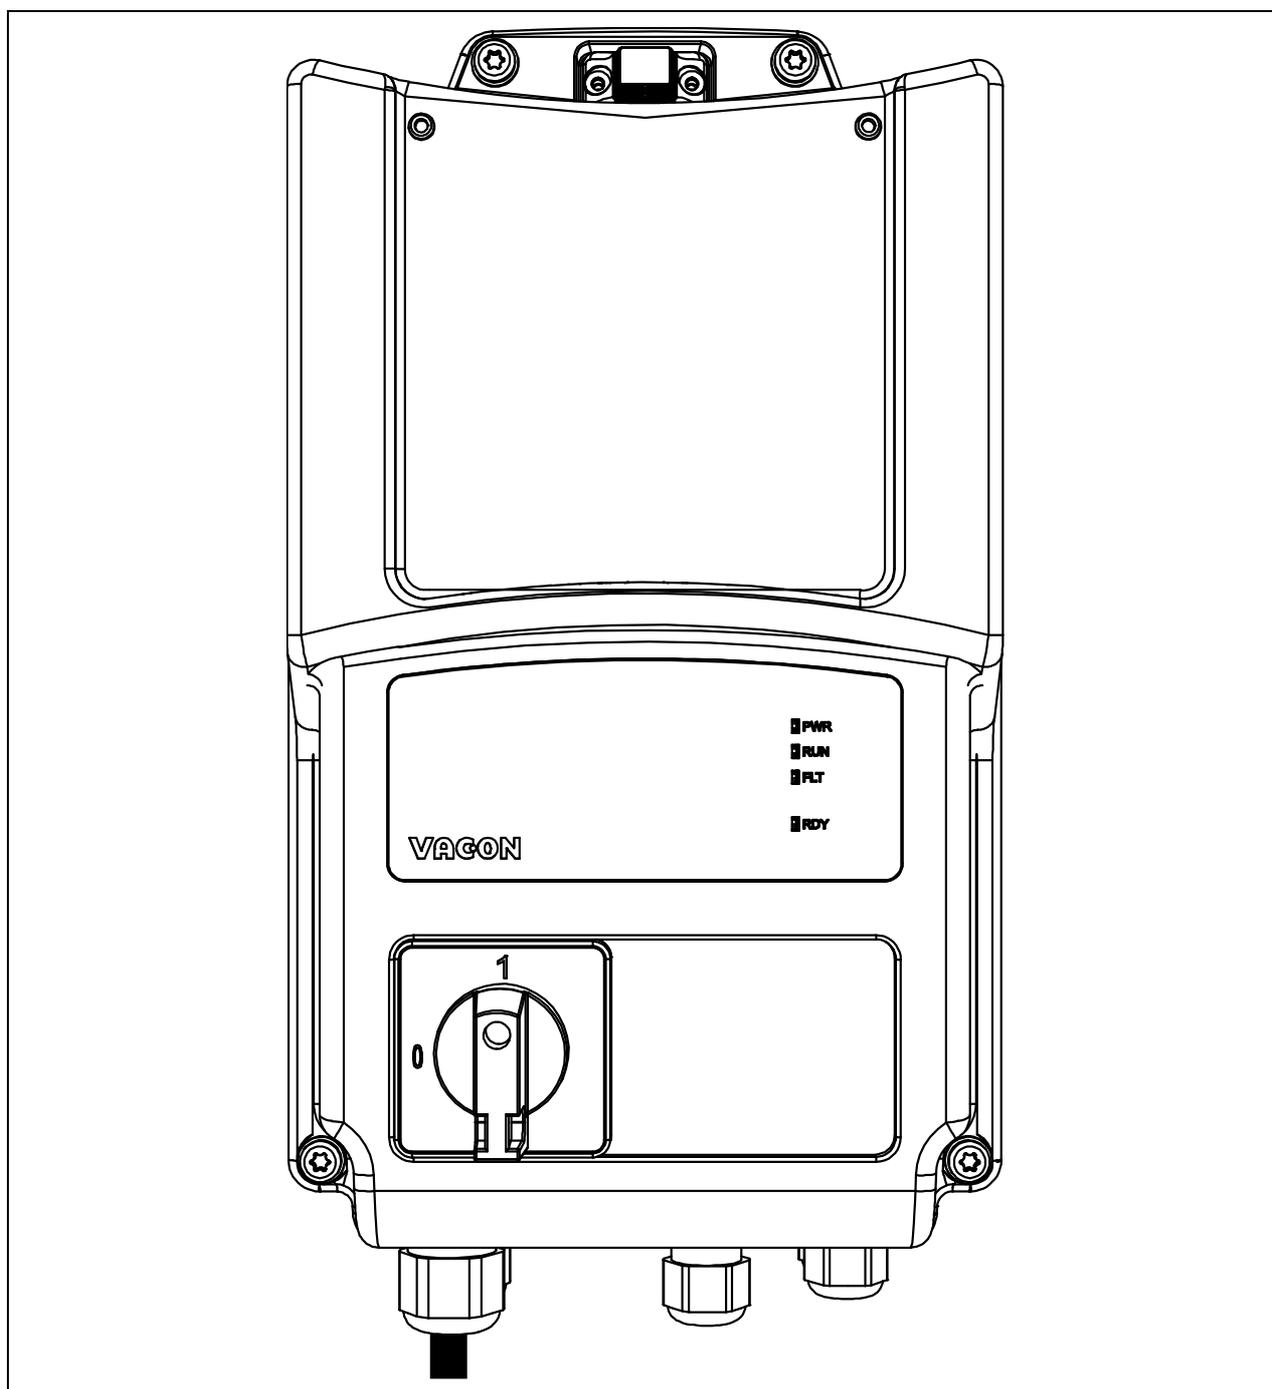

Figura 65. Montar la tapa de plástico.
El *interruptor de red* se encarga de desconectar el VACON® 20 X de la red cuando, por ejemplo, se requieren operaciones de mantenimiento. El interruptor de red está disponible como accesorio opcional y puede incorporarse en el convertidor. El interruptor se puede montar en la cara frontal del convertidor. Ver la Figura 65.
- Montar la tapa de plástico en el convertidor con sus tornillos y el tapón de HMI: el proceso de instalación se ha completado. Ver la Figura 65.